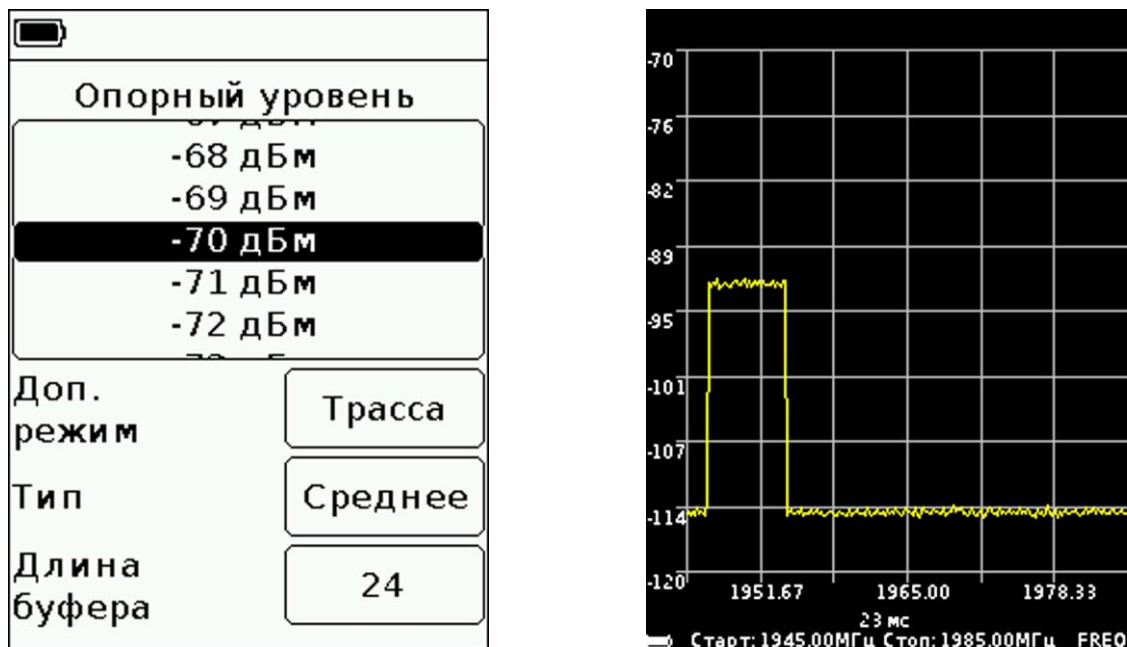

Рисунок 8.4.4 – Измерение в дополнительном режиме «Трасса Среднее»
8.4.2.3. В дополнительном режиме **«Трасса»** при выборе типа измерений **«Среднее»**, происходит отображение усреднённых значений сигнала на экране (Рисунок 8.4.4). Дополнительно в окне **Длина буфера** устанавливается число измерений (8,16,24 или 32) используемых для вычисления среднего значения.